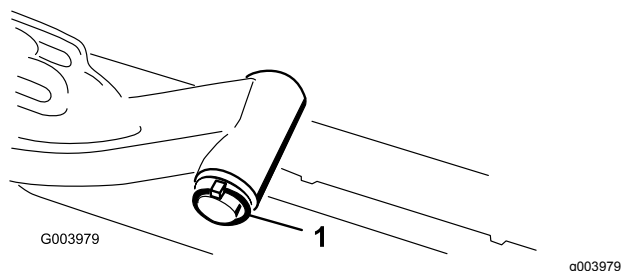

Figura 12
- A. Retire o pino de sujeição e a anilha que prende o veio da articulação do braço de elevação ao braço de elevação e faça deslizar o veio para fora do braço de elevação (Figura 12).
C. Insira o veio do braço de elevação no braço de elevação e prenda-o com a anilha e o pino de sujeição (Figura 12).